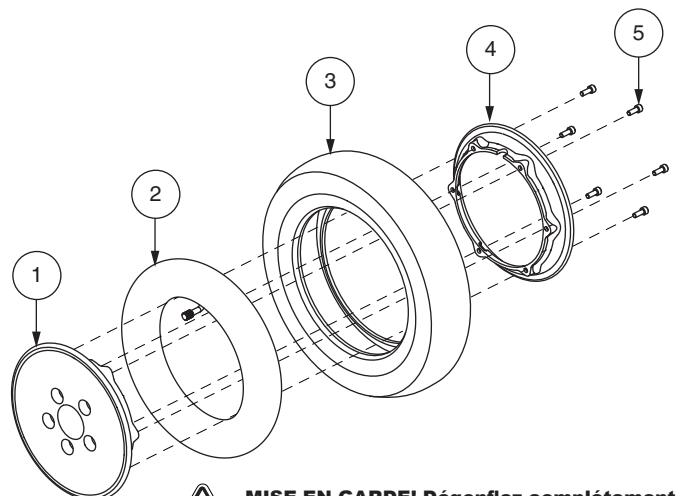

Figure 21. Roue pneumatique motrice démontée/montée
6. Retirez les écrous et rondelles afin de séparer les moitiés de jante. **Voir la figure 21.**